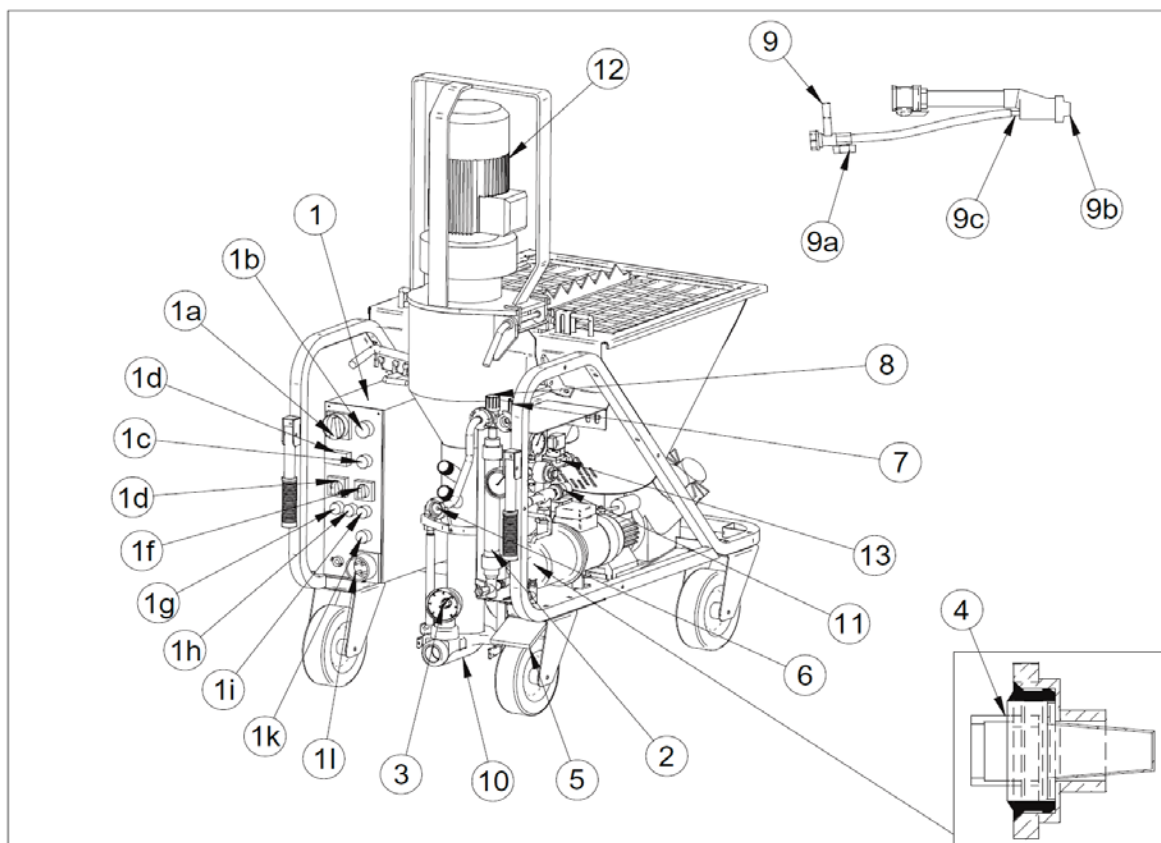

FIG.10
Feche a válvula de ar (ref. 9a) que fornece o jato de pulverização (fig. 10).